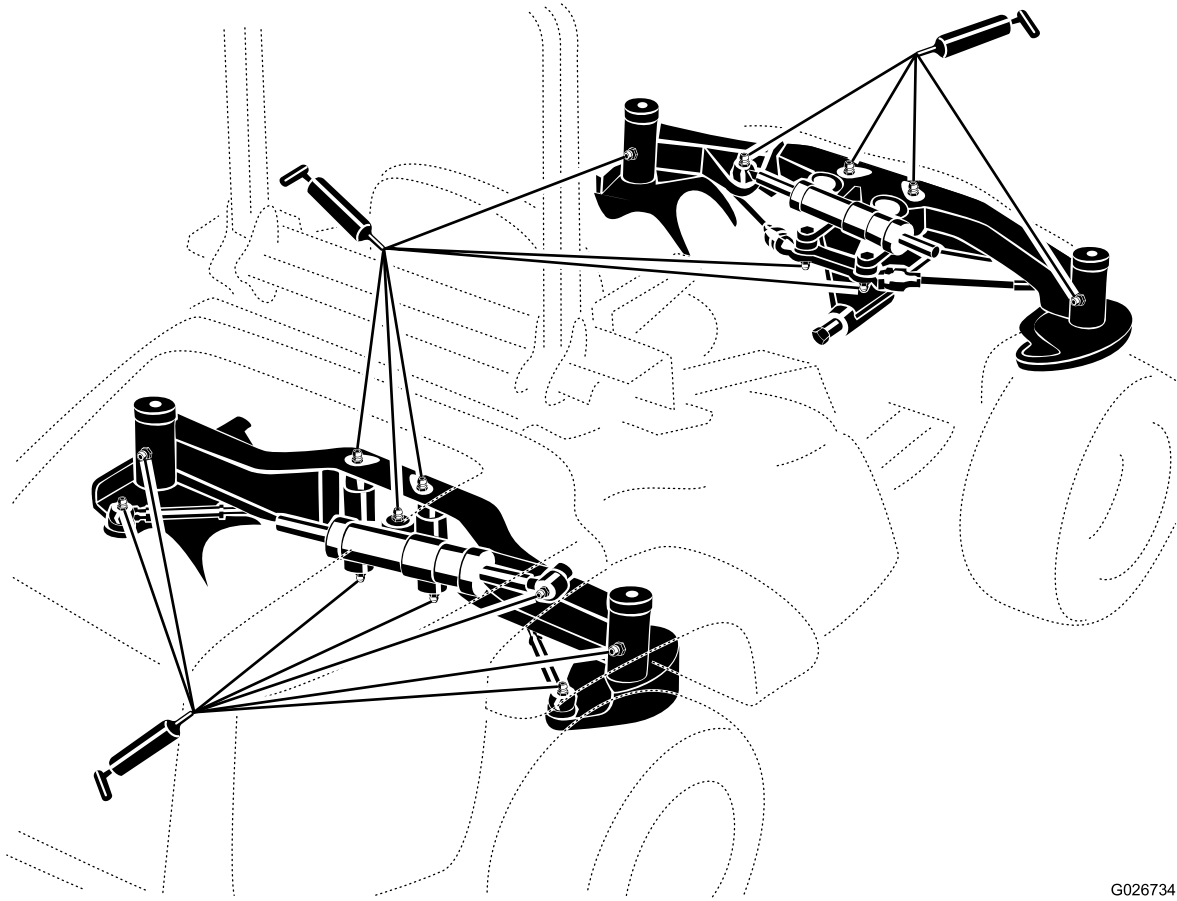

Figure 66
1. Essuyez les graisseurs pour éviter que des impuretés ne pénètrent dans le roulement ou la bague (Figure 66).
migration de la graisse à travers les bagues de pivot inférieure et supérieure. Vous devez voir de la graisse ressortir en haut et en bas du moulage de pont/de la bague des quatre pivots de fusée (Figure 66).